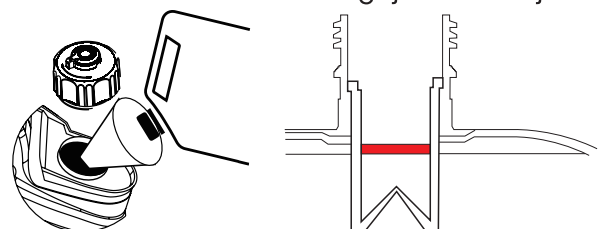

Figura 5: Máximo Nivel de Relleno de Gasolina
6. Agregue gasolina al tanque de combustible lentamente. Tenga mucho cuidado de no sobrellenar el tanque. El nivel de gasolina NO debe ser más alto que el anillo rojo (ver Figura 5).